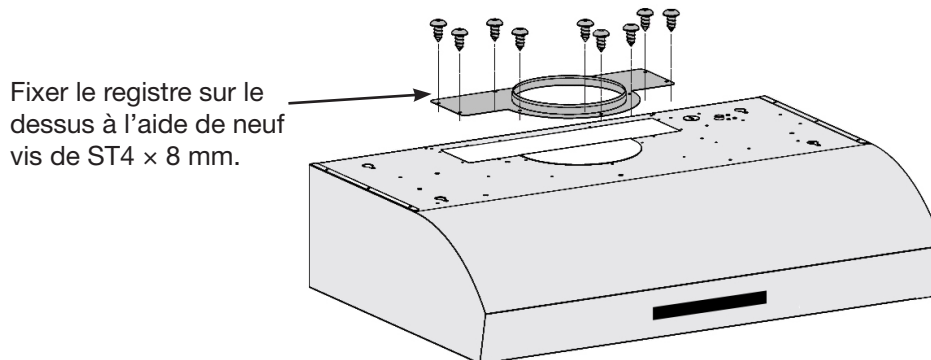

Figure 6
- Positionner ensuite le système d'évent circulaire sur le dessus et la fixer en place à l'aide des vis fournies (figure 6) ;